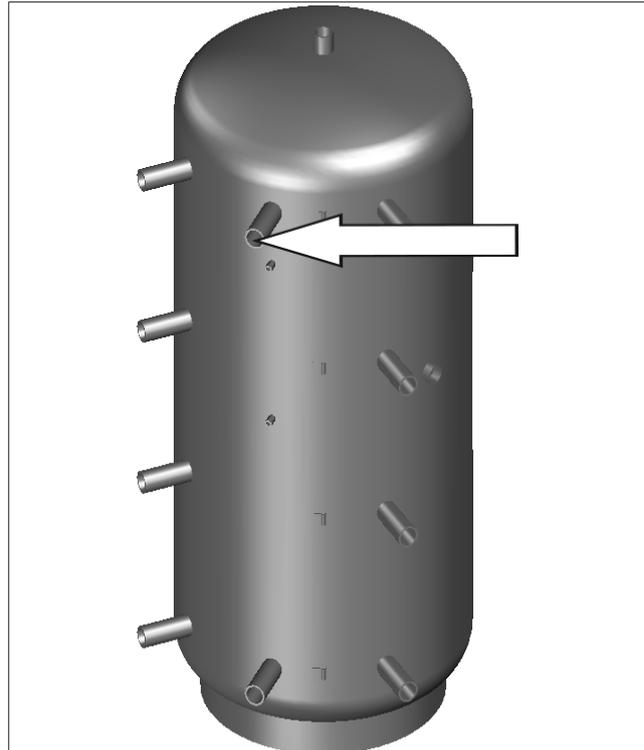
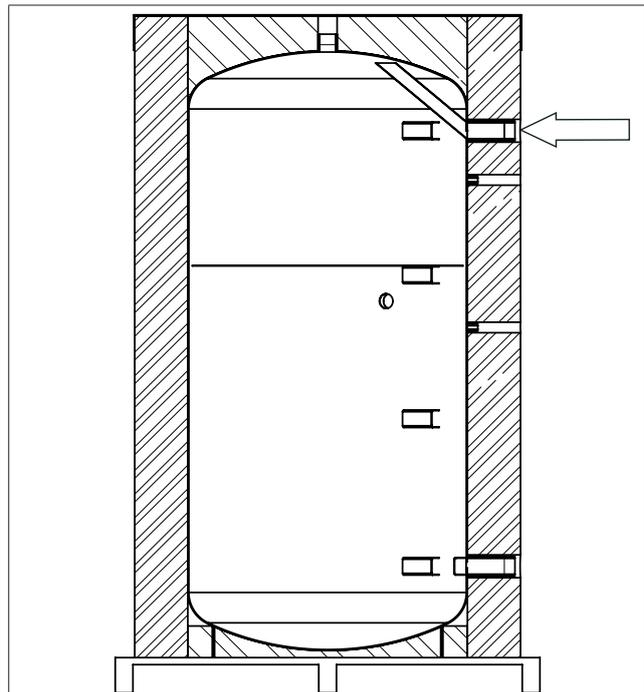

Abb. 17: Pufferspeicher Anschluss Vorlauf Speicher-
Abb. 18: Pufferspeicher Innerer Aufbau
- Achten Sie beim Betrieb der Frischwasser-Station mit Oventrop Pufferspeichern der Reihe „Hydrocor HP“ darauf, die Zuleitung „Speicherkreis Vorlauf“ an den in Abb. 17 auf Seite 26 und Abb. 18 auf Seite 26 mit einem Pfeil markierten oberen Anschluss-Stutzen anzuschließen.